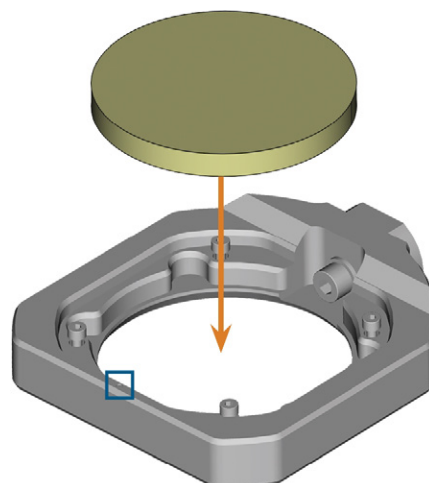

FIG. 22 – ВСТАВКА ДИСКА В ПУСТОЙ ДЕРЖАТЕЛЬ (ПОЛОЖЕНИЕ ДЛЯ БЕЗОПАСНОЙ УСТАНОВКИ, ОТМЕЧЕНО СИНИМ)
- Если диск отмечен зелёной галочкой при повторной установке в программе DentalCNC убедитесь, что маркировка находится в положении, показанном на рис. 22